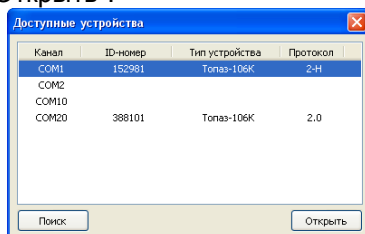

Рисунок 1
- б) автоматически запустится сканирование всех доступных COM-портов. Для найденных устройств отображается их ID-номер, тип устройства и протокол работы устройства (рисунок 1). Выбрать требуемое устройство из списка и нажать кнопку "Открыть".